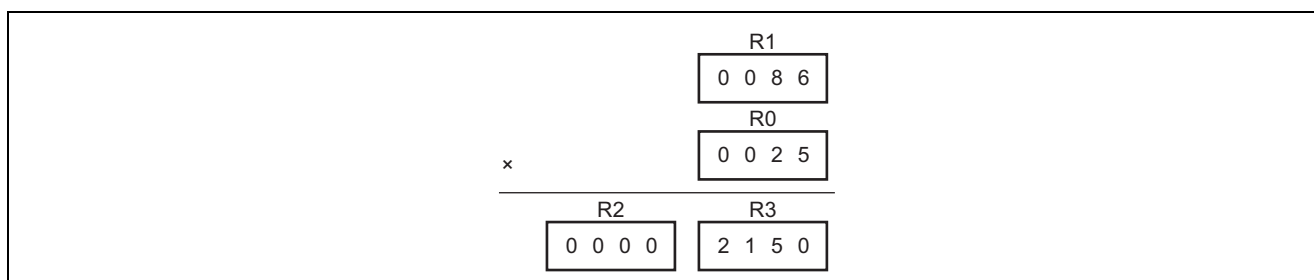

図2 上位桁を使用しない場合の乗算例
(1) 図2のように上位桁を使用しない場合は、上位桁に“0”を設定してください。“0”を設定していない場合は、上位桁に設定されている不定のデータを含めて乗算されるため、正確な乗算結果が得られません。